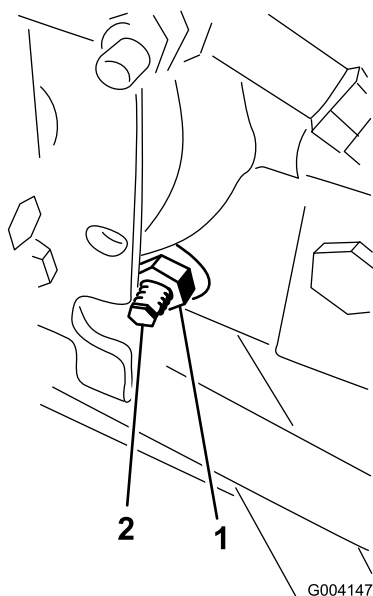

Рисунок 70
3. С правой стороны гидростата ослабьте контргайку кулачка регулировки тяги (Рисунок 70).